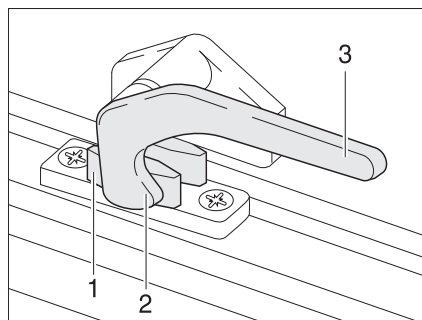

Fig. 52 Levier de verrouillage en position "Fermé"
- Tourner le levier de verrouillage (Fig. 52,3) d'un quart de tour vers le centre de la fenêtre.
- Tourner le levier de verrouillage (Fig. 52,3) d'un quart de tour vers le cadre de la fenêtre. Le tenon de verrouillage (Fig. 52,2) se trouve sur le côté intérieur du verrouillage de fenêtre (Fig. 52,1).
- En position "Fermé" (Fig. 52).